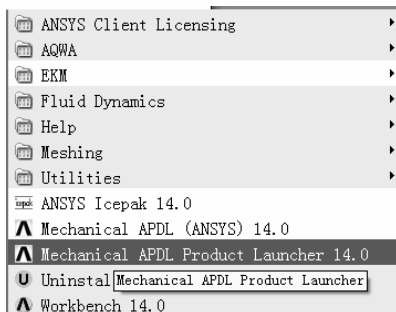
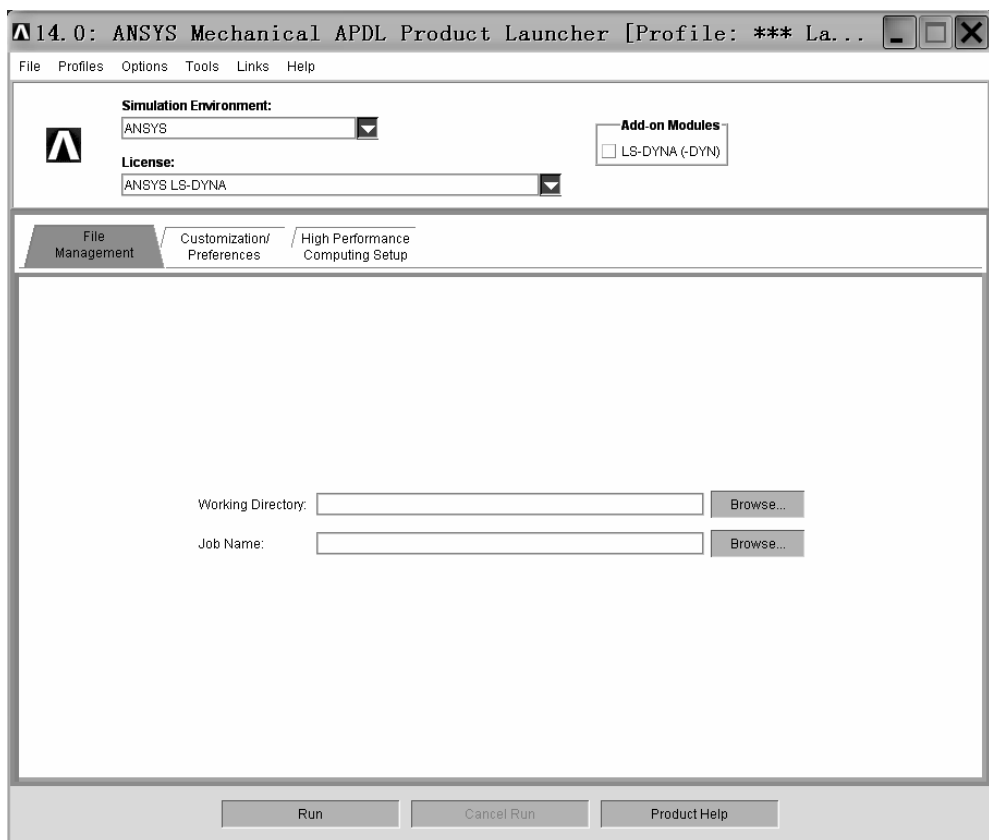

图 3-157 “Mechanical APDL Product Launcher 14.0” 图标
图 3-158 “14.0: ANSYS Mechanical APDL Product Launcher [Profile:***La...” 窗口
(1) 在“开始”菜单中指向“ANSYS 14.0”文件夹, 出现“Mechanical APDL Product Launcher 14.0”图标(见图 3-157)。单击“Mechanical APDL Product Launcher 14.0”图标, 弹出“14.0: ANSYS Mechanical APDL Product Launcher [Profile:***La...]”窗口(见图 3-158)。